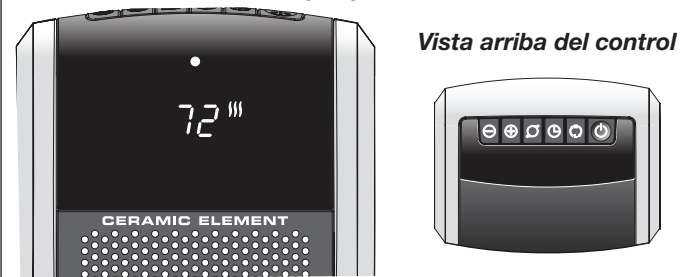

Figura 1
FUNCIONAMIENTO (Figura 1 a 3)
- Cuando el Calentador se conecte por primera vez, se oirá un "bip" y la **Luz de Encendido** se encenderá indicando que hay electricidad en la unidad. La **Luz de Encendido** permanecerá encendida hasta que el Calentador sea desconectado del tomacorriente eléctrico. (Figura 1)
- Al encender el Calentador, la unidad estará en calor ALTO (III) (1500 vatios) y mostrará la temperatura actual de la habitación (Figura 1).